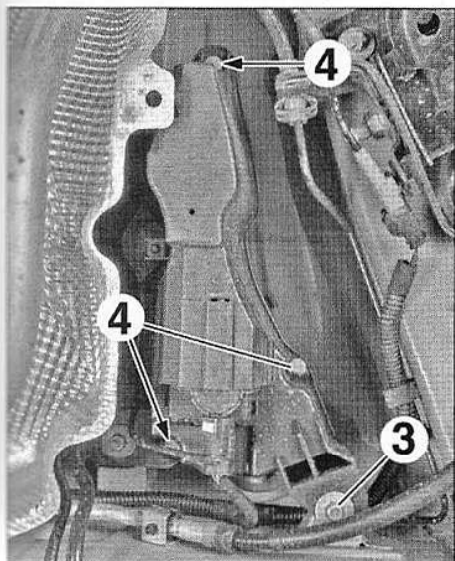

FIG.91
- l'écrou (3) (Fig.91).
- Déverrouiller les fixations (4) d'un quart de tour.